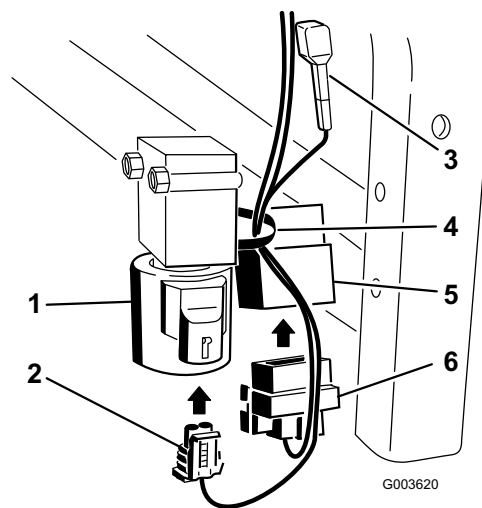

Bild 35
8. Befestigen Sie den rechteckigen Stecker am Relais, das neben dem Ventil montiert ist (Bild 35).
9. Befestigen Sie den kleinen Stecker am Ventil (Bild 35).